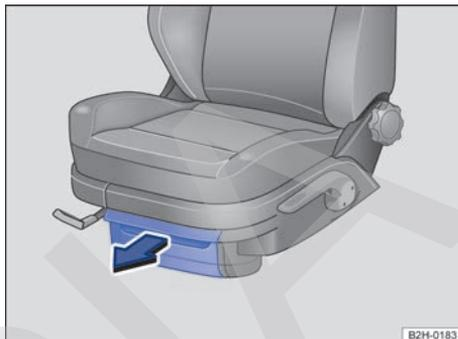

Fig. 99 Portaobjetos debajo de los asientos delanteros: portaobjetos con tapa (variante 1).
- Para *abrir* la tapa, accione el cierre y tire en el sentido de la flecha → fig. 99.